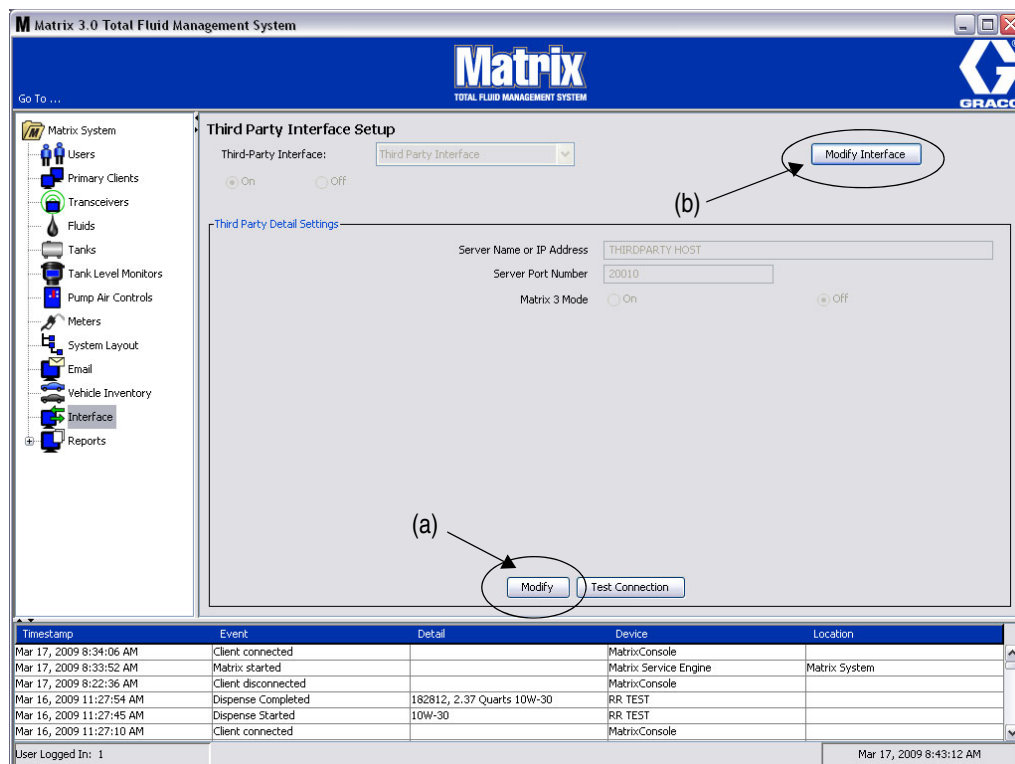

FIG. 162
1. Cliquez sur le bouton "**Modify**" (Modifier) (a) (FIG. 162, page 118), pour afficher la boîte de dialogue "External Interface Setup" (Configuration de l'interface externe).
1. Cliquez sur le bouton **"Modify Interface"** (Modifier l'interface) (b) (FIG. 162). La boîte de dialogue "External Interface Setup" (Configuration de l'interface externe) illustrée dans la FIG. 164 s'affiche. Cette boîte de dialogue est utilisée pour spécifier l'interface Tiers que vous utilisez.